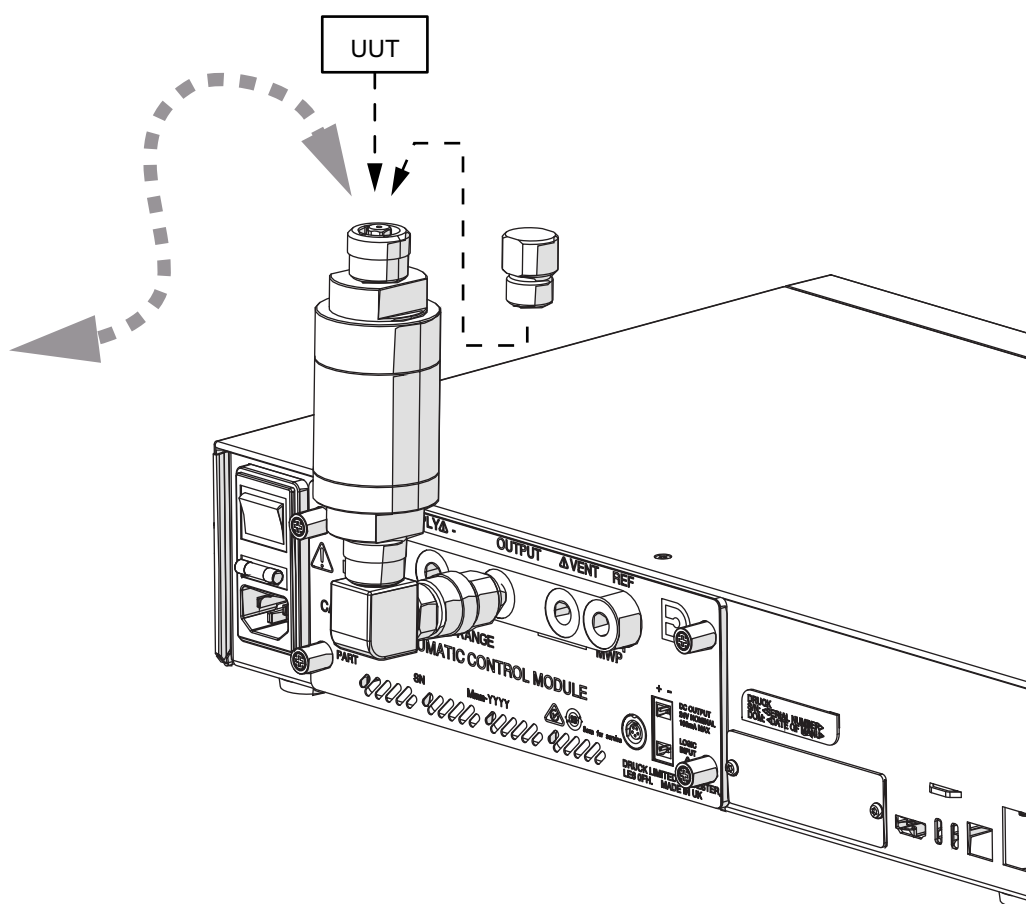

Рисунок D-5: Установка PACE5000 инструмента E
- Подключите сборку к порту OUTLET прибора PACE, как показано в Рисунок D-5.